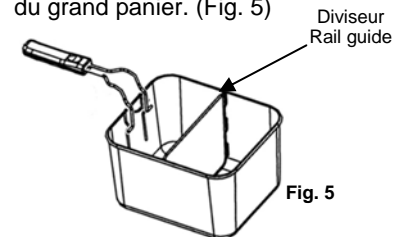

Fig. 5
- Placez le diviseur dans les rails guide du grand panier. (Fig. 5)